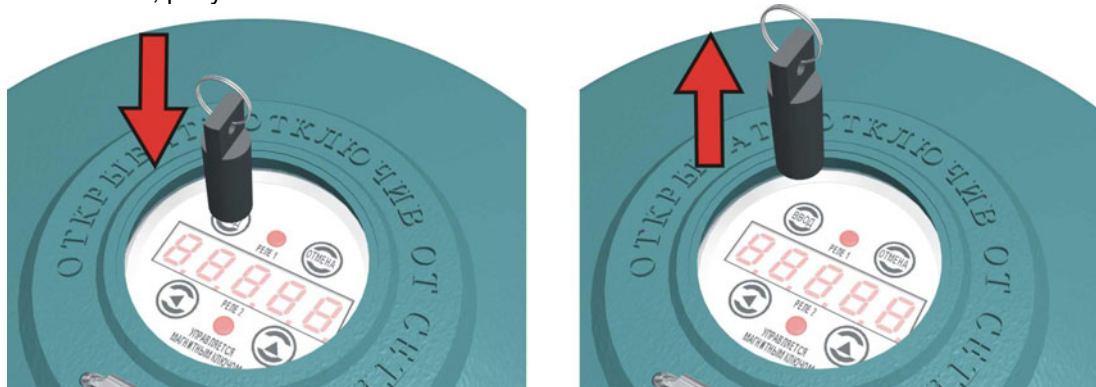

Рисунок 30 - Управление кнопками уровнемера с помощью магнитного ключа
- прижать (**без усилия!**) торцевую сторону магнитного ключа к зоне срабатывания кнопки, которая выделена светлой окружностью, на время не менее 0,5 с, рисунок 30;
- вывести по нормали к плоскости светопрускающей вставки магнитный ключ из зоны срабатывания кнопки, рисунок 30: